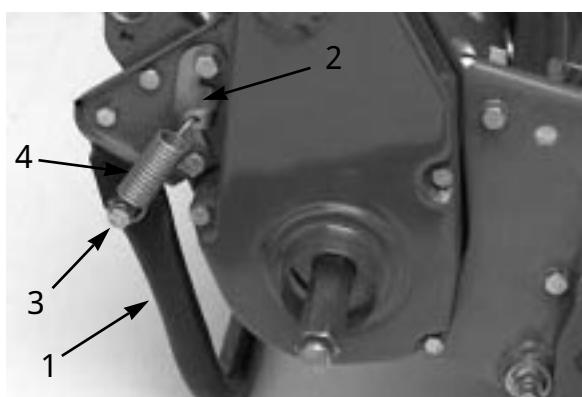

図 3
- キック・スタンドをフレームに固定する（図3：ロックワッシャ、スペーサ、平ワッシャ、ロックナットを使用）。スペーサはキック・スタンドの取り付け穴に入れる。